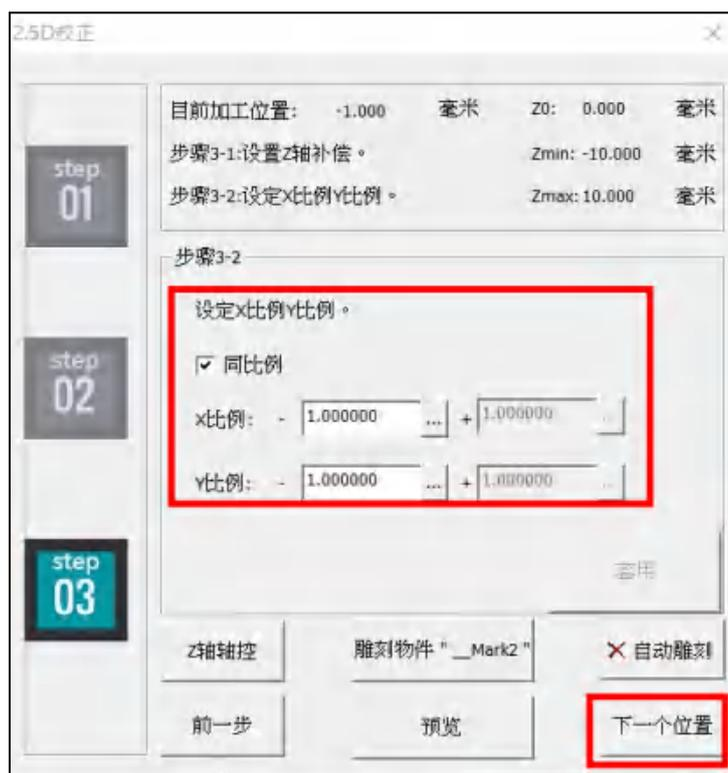

图 3.2.19
(2) 输入 X、Y比例，试刻到正确，执行到下一个位置，图 3.2.19。